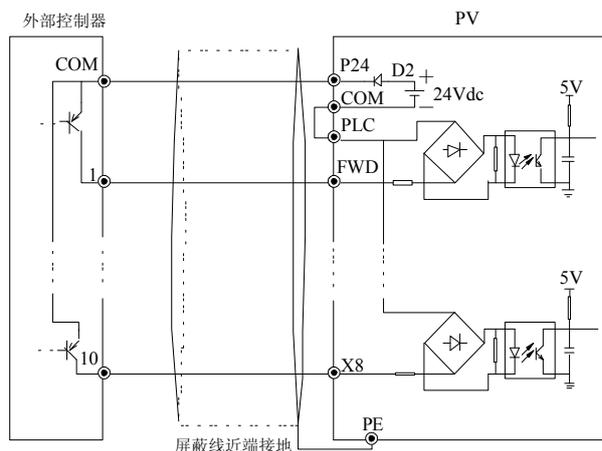

图3-25 使用变频器内部+24V 电源的漏极连接方式
②使用变频器内部+24V 电源，外部控制器为 PNP 型的共发射极输出的连接方式（注意去除 PLC 与 P24 端子间的连接线），如图 3-25 所示。